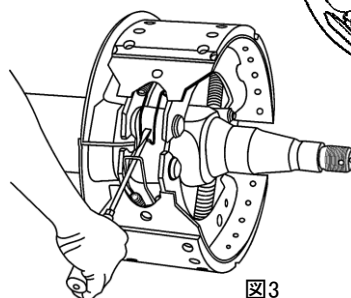

図3
④ アンカー側のリターン Springs を勘合する。
- ・アンカ側のリターン Springs 部に大型マイナスドライバーを差し込み、リターン Springs を勘合させる。 図3